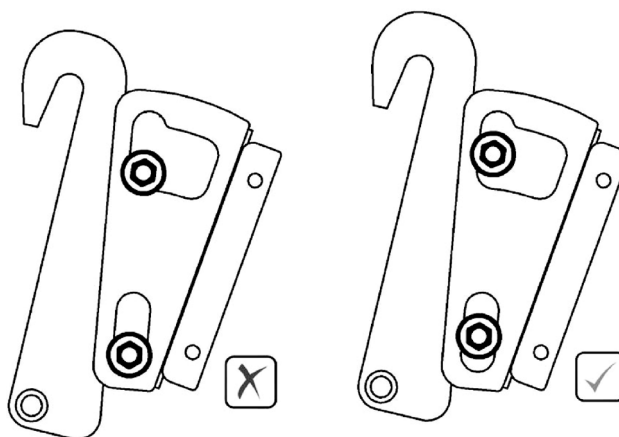

Рисунок 4 - Положение роликов подвески:
2. В процессе настройки и во время работы, важно сохранять правильное положение роликов подвески в окнах адаптера щетки (Рис. 4):